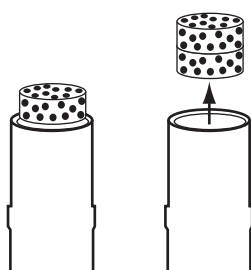

Figura 1
1. Rimuovere il filtro contaminato o ostruito estraendolo dall'estremità del cono d'ancoraggio (consultare la Figura 1).